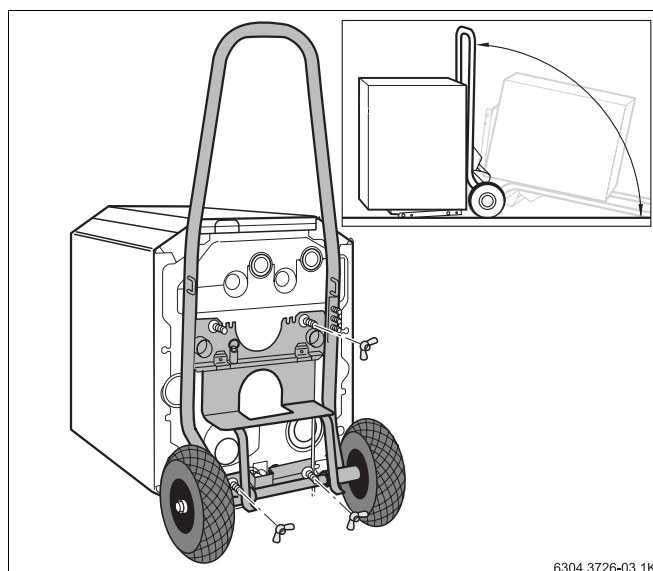

Fig. 10 Transport de la chaudière avec un chariot spécial Buderus
- Basculer la chaudière à l'aide d'un moyen de transport (→ fig. 10, page 21).